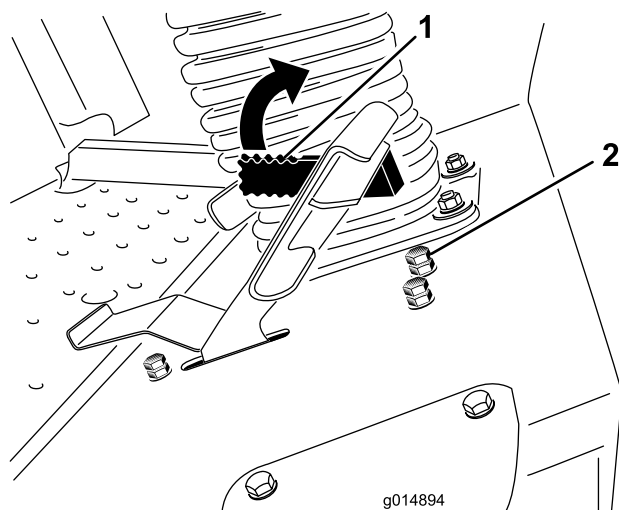

Figura 61
A alavanca do limitador da velocidade de corte (Figura 61) pode ser movida para a frente para limitar a velocidade de tracção durante o funcionamento.
3. Liberte a porca de bloqueio do parafuso de paragem do limitador da velocidade de corte (Figura 61).